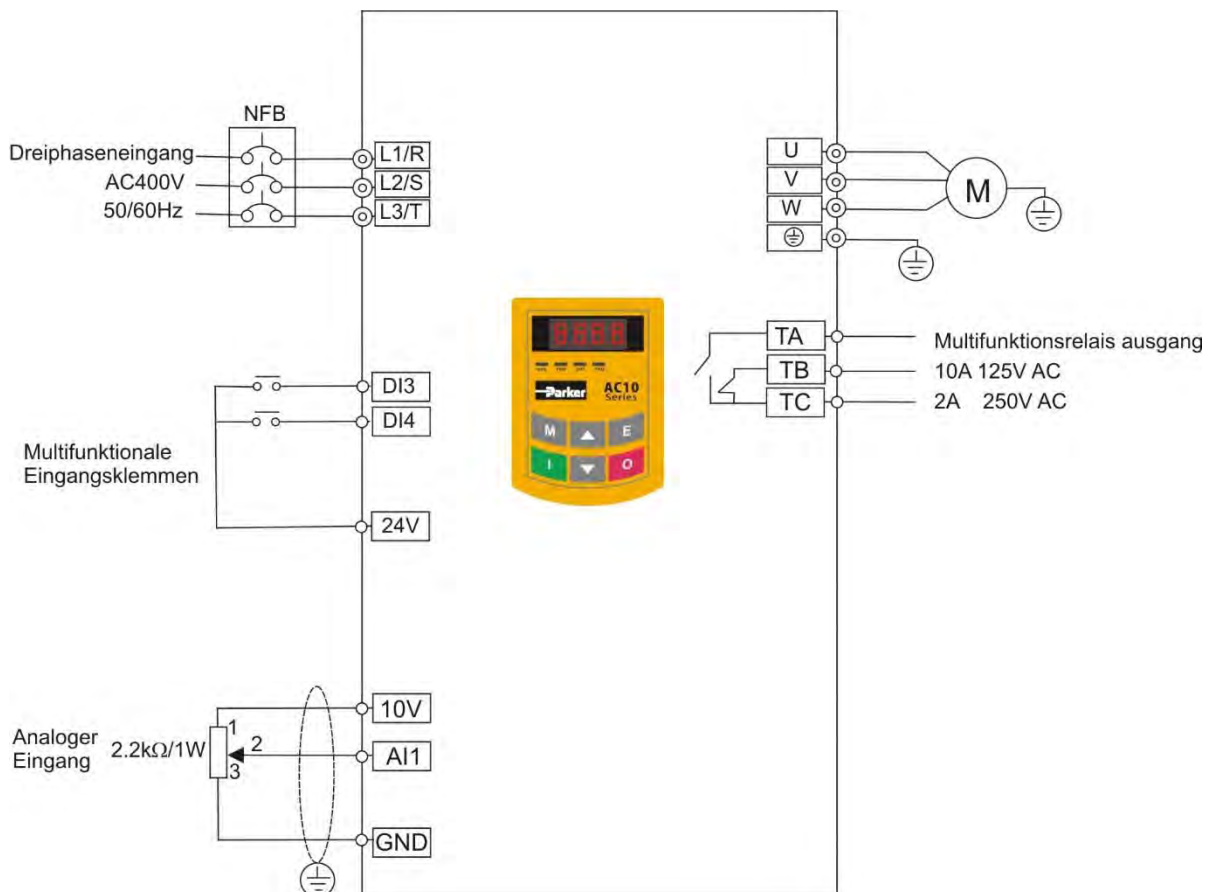

Abbildung 8-3 Schaltplan 3
- i. Verbinden Sie die Kabel gemäß **Abbildung 8-3**. Nachdem die Verkabelung erfolgreich überprüft wurde, schalten Sie die Netzspannung und den Wechselrichter ein.